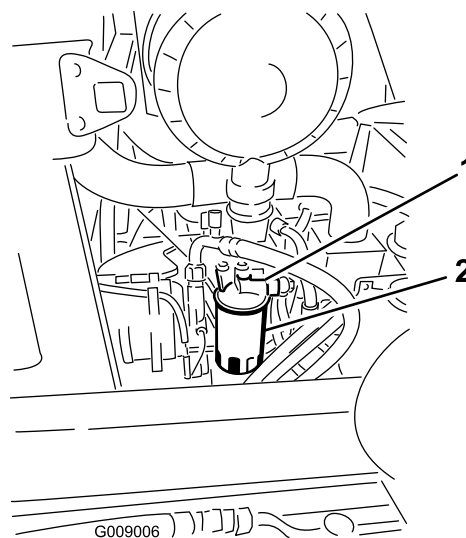

Рисунок 65
1. Очистите поверхность вокруг головки топливного фильтра (Рисунок 65).
2. Снимите фильтр и очистите монтажную поверхность головки фильтра (Рисунок 65).